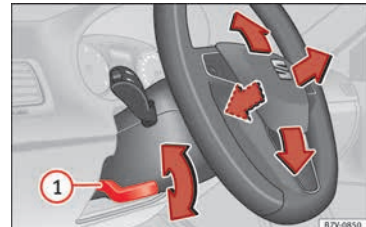

Fig. 25 Ajuste mecánico del volante.
- Mueva la palanca » » » fig. 25 ① hacia abajo.